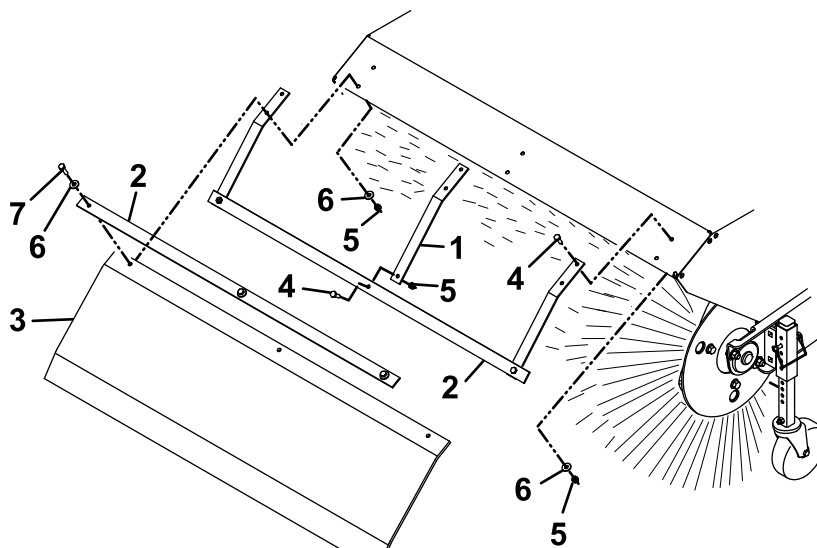

Figura 1
2. Coloque el armazón ensamblado en el paso 1 encima de la cubierta del cepillo y alinee los seis taladros. Instale tres tornillos de 1/4-20 x 3/4 pulgada, arandelas y tuercas nyloc de 1/4-20 pulgada en el taladro superior de las pletinas y de la cubierta del cepillo (Figura 1).